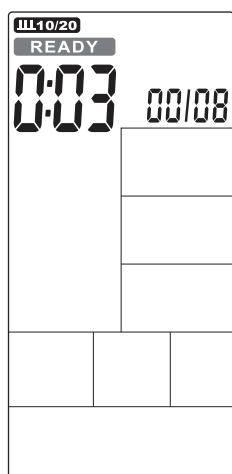

FIGURA 28
- El tiempo cuenta hacia atrás de 3 a 0, luego la consola se iniciará, mientras que una alerta audible sonará una vez por segundo y la palabra **READY** parpadeará una vez por segundo, mostrando la cuenta '00 / 08' (Figura 28).